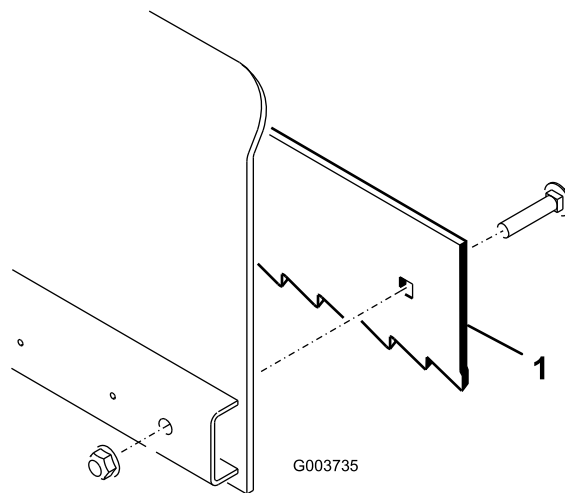

Рисунок 3
- Для работы с более высокой интенсивностью: установите износную пластину (Рисунок 3) так, чтобы зубья были направлены вперед.